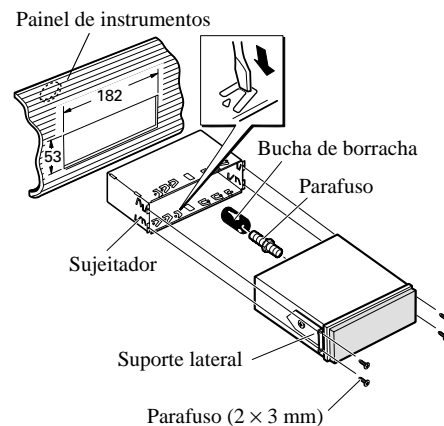

Fig. 12
2. **Instale a unidade no painel de instrumentos. (Fig. 12)**